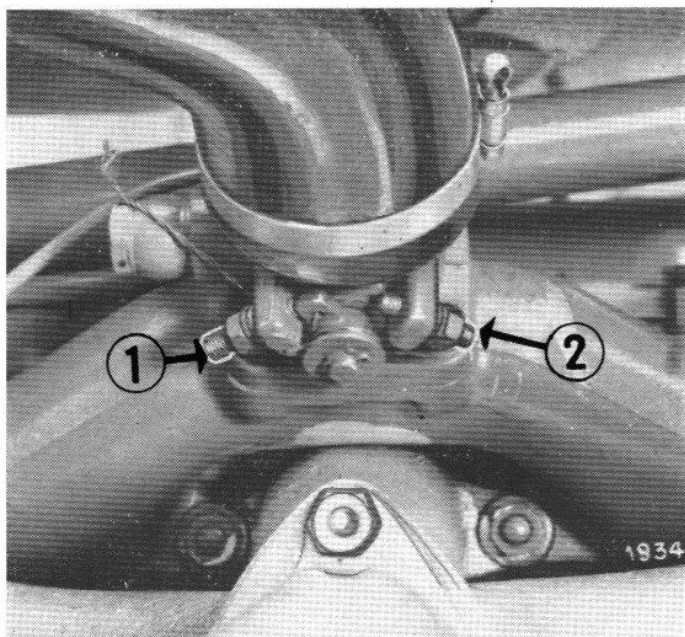

FIG. 25. — Vis de réglage du régime du moteur.
■ 1 - RÉGLAGE DU RALENTI (fig. 25)